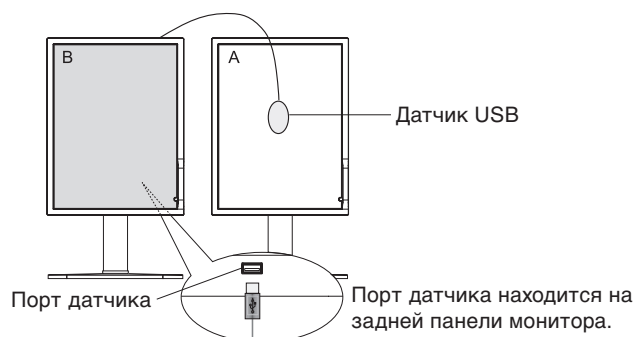

Рисунок 7
- Для отображения меню КАЛИБРОВКИ подключите датчик USB к порту датчика (Рисунок 7) или выберите “КАЛИБРОВКА” в расширенном меню (страница 20).
- Для выполнения данной процедуры необходимо поместить датчик USB в центр панели дисплея А (Рисунок 10). Наклоните панель дисплея примерно на 5° назад и поместите датчик USB в центре панели дисплея (Рисунок 7).